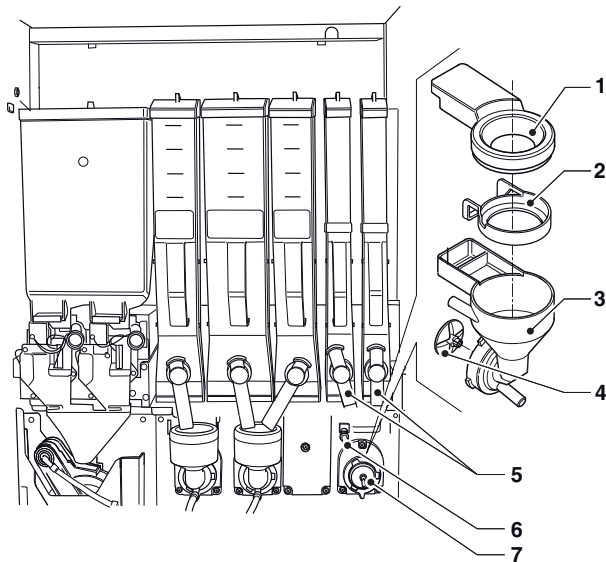

Abb. 9
- Die Pulvertrichter, die Wasserzufuhrleitungen, die Pulverdepottrichter und die Gebläse der Rührwerke herausnehmen (siehe Abb. 9).